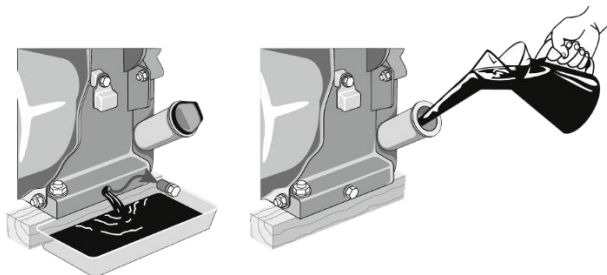

Рисунок 10. Схема заміни моторного мастила.
6.3.1. Порядок заміни моторного мастила (рис. 10):
4. Відкрутити пробку отвору для зливу мастила з картера (рис. 10).